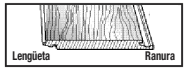
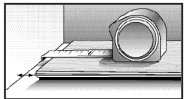
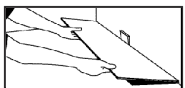

Figura 7
Figura 8
Figura 9
- Comenzando desde la **IZQUIERDA** con la lengüeta orientada hacia la pared (Figura 7), cuidadosamente coloque el primer tablero en su lugar (Figura 8). Utilice cuñas de 1/2" (13 mm) o material de desecho (Figura 9) a lo largo de la pared para sostener la plancha en su lugar mientras proporciona el espacio de expansión requerido.